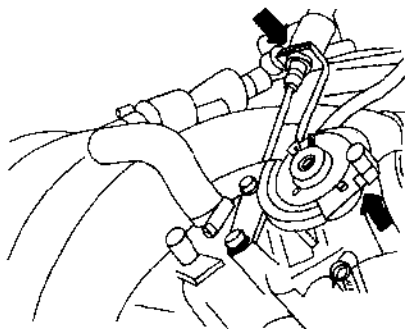

图 2-9 拆下节气门拉索
(16) 拔下起动机导线, 并从变速器壳体上拆下起动机。
(17) 拧下排气歧管和前排气管的连接螺栓, 拆下排气歧管。
(18) 断开空气滤清器与节气门控制器间空气管路。
(19) 拆下空气滤清器罩壳和空气滤清器。
(20) 取下节气门拉索滑轮和支座处的节气门拉索, 如图 2-9 所示。注意不要把插槽与支座分离。
(21) 拆下进气歧管罩。